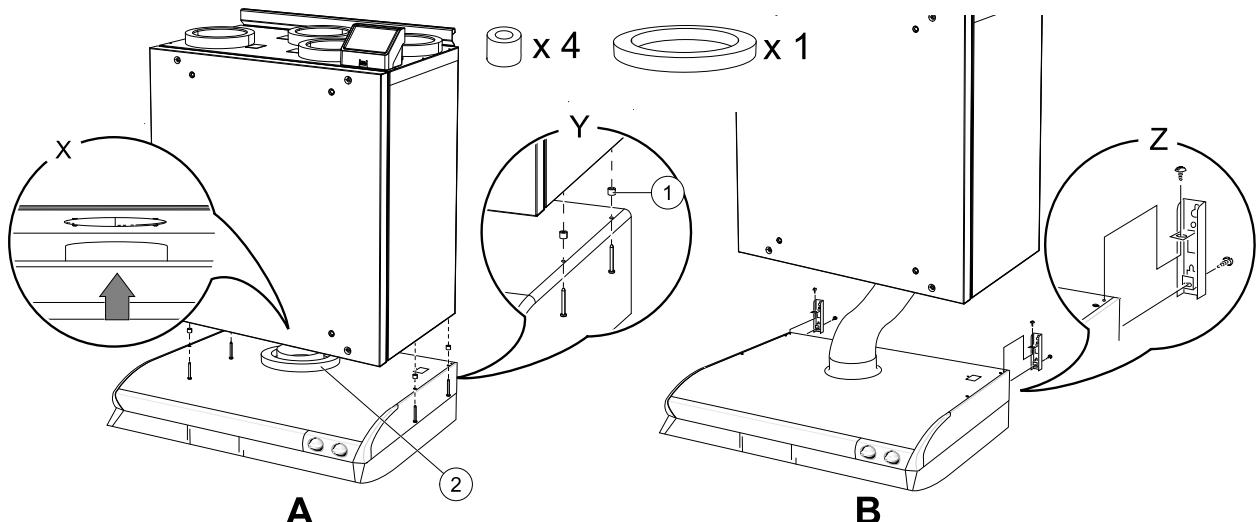

Bild 7 Installation der Dunstabzugshaube
- Legen Sie eine runde Isolierung auf den Anschluss der Dunstabzugshaube, um ein Austreten von Luft zu verhindern (Abbildung 7, Pos. 2).
Setzen Sie die Dunstabzugshaube direkt in das Gerät ein (Abbildung 7, A). Schrauben Sie die Dunstabzugshaube an den Boden der SAVE VTR 150/B Einheit (Abbildung 7, Pos. Y). Der Anschluss muss in das Gerät eingesetzt werden. Vergewissern Sie sich, dass der Anschluss mit dem Lüftungsgerät ausgerichtet ist, bevor Sie beginnen (Abbildung 7, Pos. X). Verwenden Sie die mitgelieferten Schrauben und Abstandshalter, um ein zu starkes Anziehen zu vermeiden, das zu einer verbogenen Dunstabzugshauben führen kann (Abbildung 7, Pos. 1).
- Eine andere Installationsmöglichkeit ist der Anschluss der Dunstabzugshaube an das Lüftungsgerät über ein flexibles Lüftungsrohr (Abbildung 7, B). Verwenden Sie die Halterungen, die zusammen mit der Dunstabzugshaube geliefert werden (Abbildung 7, Pos. Z).